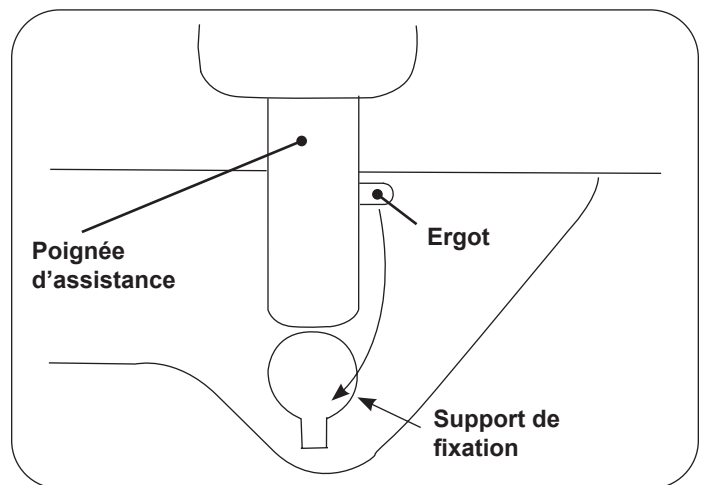

Figure 22. Poignée d'assistance
3. Aligner l'ergot situé sur la colonne de la poignée sur l'encoche correspondante dans le côté de la table. Voir Figure 22.